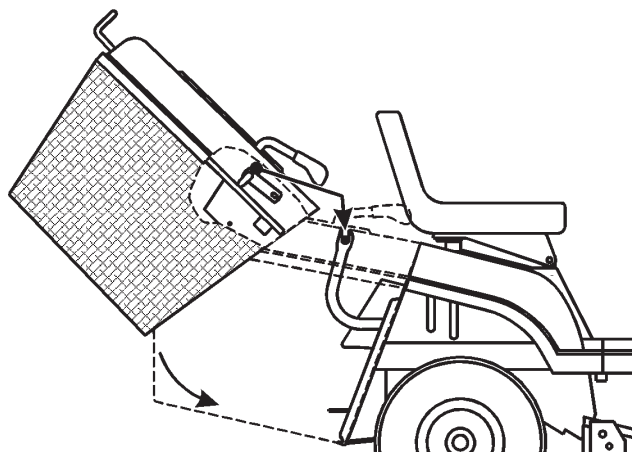

Figure 42
1. Tenez le bac des deux mains et basculez-le en avant (Fig. 42).
2. Inclinez le bac en avant d'environ 40 degrés et glissez-le sur les deux supports à l'arrière de la machine (Fig. 42). Vérifiez que la flèche qui se trouve en haut du bac à herbe se trouve en face de celle de la machine.